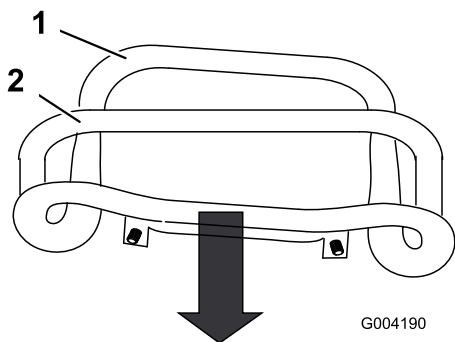

Figura 54
3. Tirare all'indietro il comando della trazione, spostandolo con un movimento rettilineo, in modo che la parte anteriore del comando venga a contatto con la barra di riferimento (Figura 54).